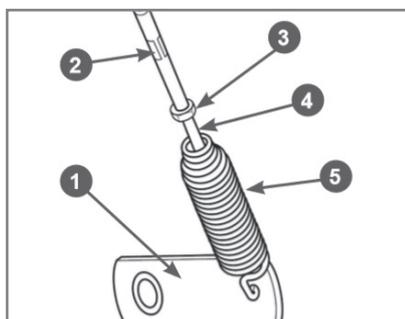
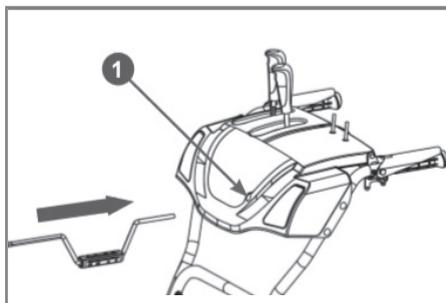
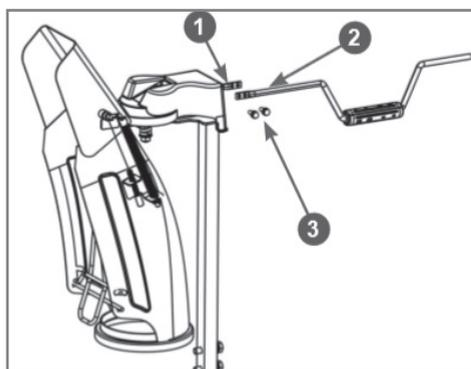

Рис. 6 Регулировка длины тросов включения хода и шнека
Рис. 9 Установка вала управления поворотом желоба
Рис. 10 Установка вала управления поворотом желоба
9. Отрегулируйте длину тросов включения шнеков и включения хода. Для примера, на Рис. 6 показан механизм регулировки троса включения шнеков. При полностью нажатом рычаге включения шнеков пружина
5 должна быть растянута на 0,5 - 1 см (Рис. 9). Для регулировки длины троса ослабьте затяжку контргайки 3, вкрутите в муфту 2 или, при необходимости, выкрутите из муфты регулировочный винт 4 (Рис. 6). После окончательной регулировки затяните контргайку 3. Регулировка длины троса включения хода производится таким же образом.
12. Установите вал управления поворотом желоба. Вставьте круглый конец вала 3 управления поворотом желоба в отверстие 1 на панели (Рис. 9). Второй конец вала соедините с валом 1 механизма поворота желоба с помощью двух болтов 3 (Рис. 10).